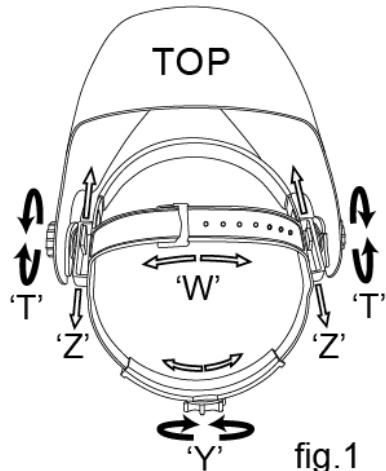

fig.1
Celkový obvod hlavového kříže může být zmenšen nebo zvětšen otáčením kolečka na zadní straně oblouku. (Viz.nastavení "Y" na fig.1). To může být provedeno i při používání kukly a umožňuje nastavit napětí tak, aby kukla seděla pevně na hlavě, aniž by byla příliš těsná.
- Je-li horní oblouk příliš vysoko nebo příliš nízko nad temenem hlavy, upravte nastavení popruhu, který prochází přes horní části hlavy. (Viz.nastavení "W" na fig.1).
Krok 1: Povolte matice (viz. "T" na fig.1.) Nastavte vzdálenost mezi kuklou a vaším obličejem ve spodní poloze.
Krok 2: Povolte matice na obou stranách kukly a posuňte jej blíže nebo dál od obličeje. (Viz.nastavení "Z" na fig.1). Je důležité, aby vaše oči byly vždy ve stejné vzdálenosti od filtru. Jinak ztmavení může vypadat jako nestejnoměrné.